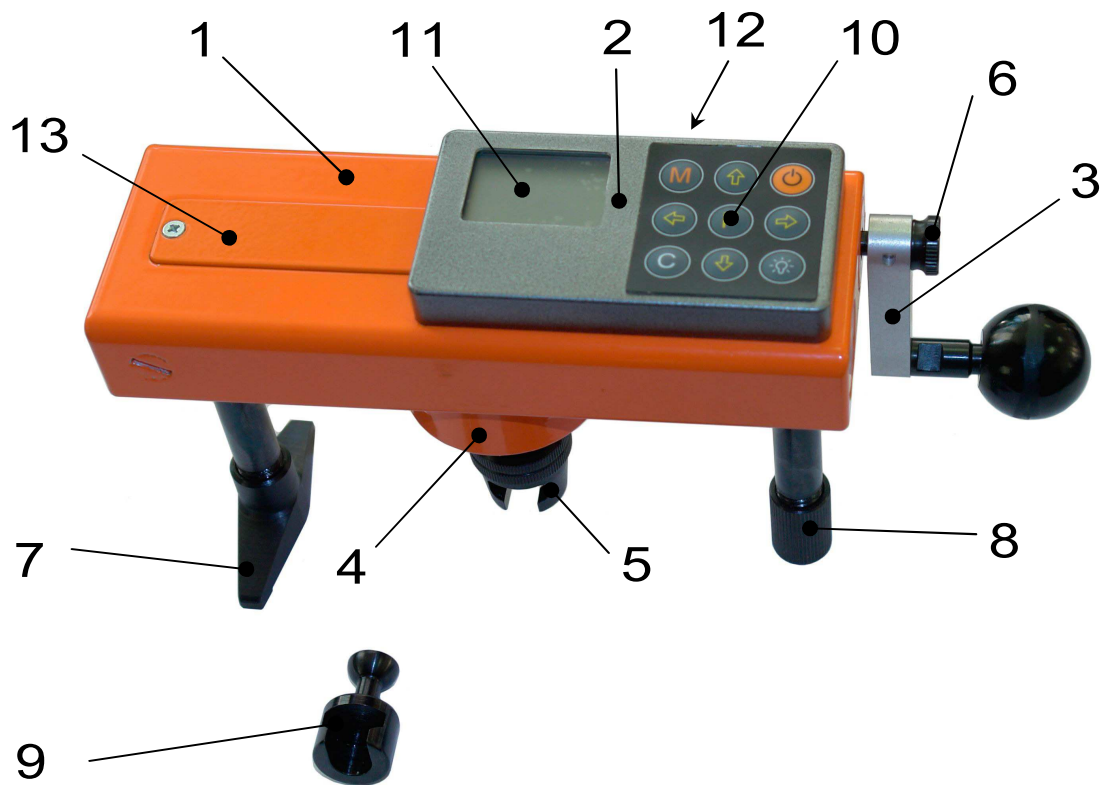

Рисунок 1
Прибор представляет собой гидравлический пресс с встроенным электронным блоком (моноблочное силовое устройство), в состав которого входят два основных элемента (см. рис. 1): гидравлический пресс 1 и электронный блок 2.
5.4.1 Установить (забить) испытуемый анкер таким образом, чтобы его головка проходила в прорезь дюбельного захвата 11 (рис.1).